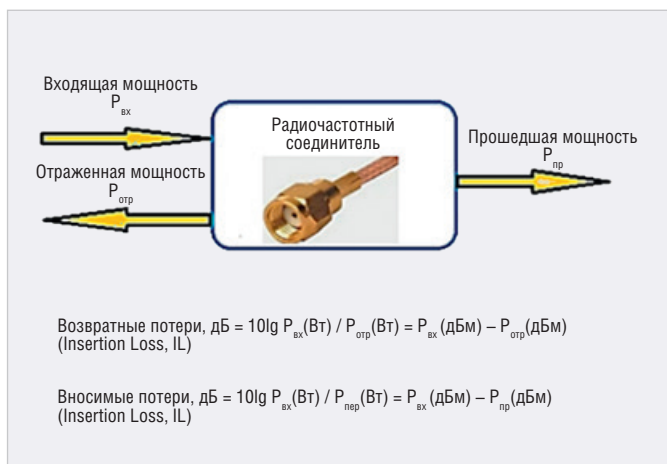

Рис. 1. Возвратные и вносимые потери радиочастотного соединителя
- 3) возникают потери рассогласования (Mismatch Loss, рис. 1).
Возвратные потери сигнала (обратные потери, англ. – Return Loss, RL) – это важный показатель, определяющий, какая часть мощности сигнала отражается от неоднородностей коаксиальной линии радиочастотного соединителя. Как показано на рис. 1, возвратные потери, в децибелах, представляют собой отношение входящей мощности к отражённой мощности. Наличие отражённого сигнала крайне нежелательно, так как он мешает прохождению основного сигнала.